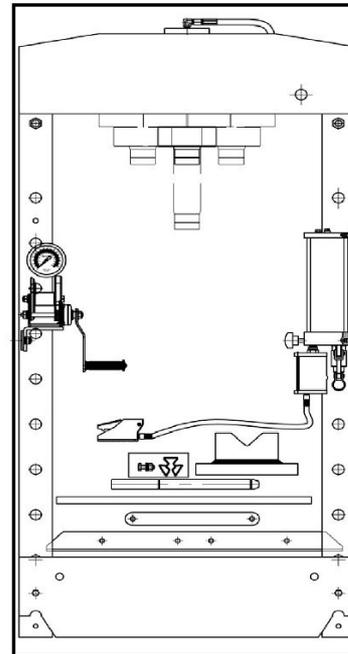

Abb. 8: hydraulische Werkstattpresse WPP 75 verpackt
Schritt 1: Auf beiden Seiten des Gestells den Querfuß und die zwei Querstreben mit den Schrauben, Scheiben, Federringe und Muttern am Gestell anschrauben (siehe Abb. 8).